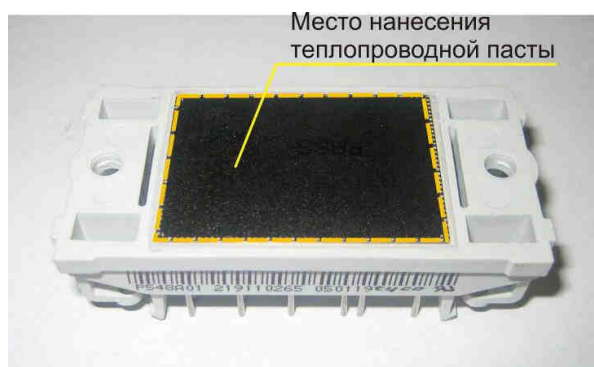

Рис. 7.1
7.1.1. Взять матрицу, протереть основание салфеткой. Нанести шпателем на основание модуля тонкий слой теплопроводного компаунда (пасты). Снять излишки компаунда с кромок основания (рис.7.1).